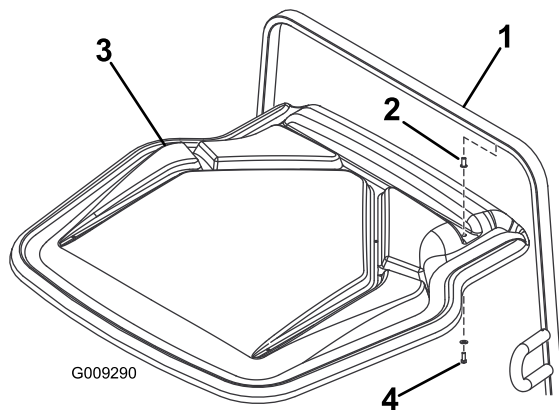

図 3
6. 日よけを ROPS フレームに固定するボルト3/8 x 1 インチ2本、平ワッシャ3/8 インチ2枚で、先ほど取り付けしたクリンチナットに取り付ける 図 3。